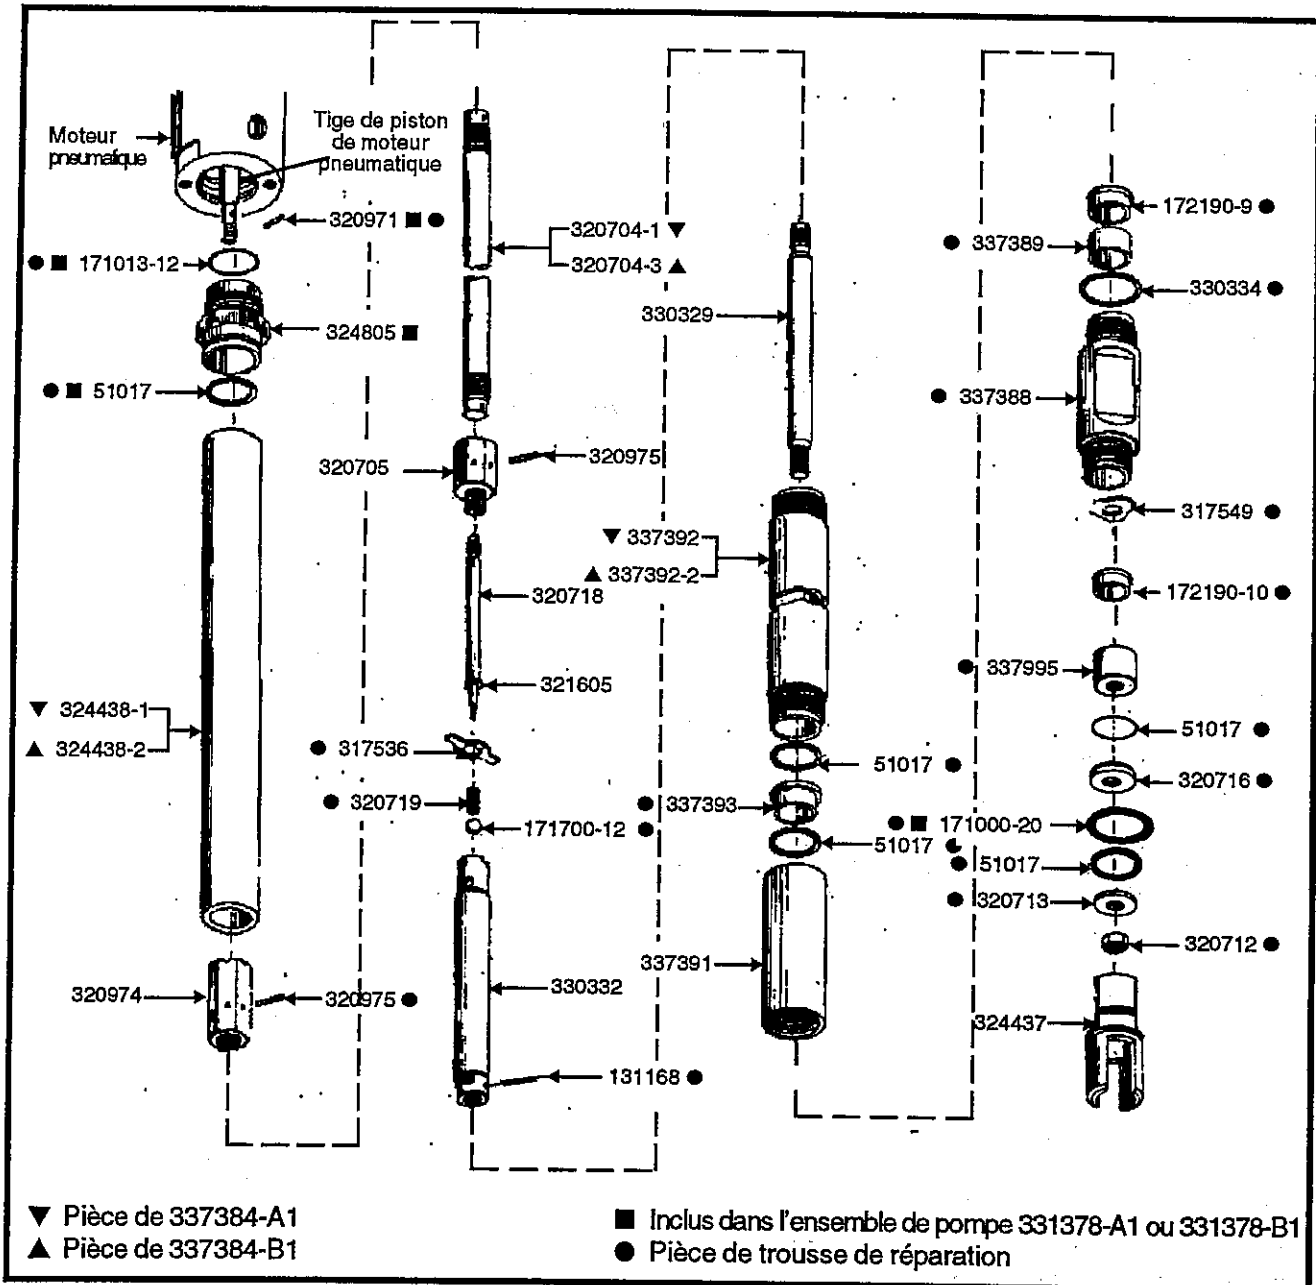

Figure 5 : Réassemblage du tube de pompe 337384-A1 ou 337384-B1
### Désassemblage tube de pompe (FIGURE 5)
### REASSEMBLAGE DU TUBE DE POMPE (FIGURE 5)
14. Faites glisser le joint d'étanchéité 330334 sur l'extrémité de la rallonge 337388 en découvrant la partie métallique au-delà du filetage (voir la Figure 5 pour l'orientation correcte de la rallonge).
22. Appliquez une quantité généreuse de lubrifiant sur le joint d'étanchéité 172190-10 et sur la tige d'amorçage 330329. Faites glisser la soupape avec le joint d'étanchéité sur la tige (voir la Figure 5 pour l'orientation correcte de la soupape).